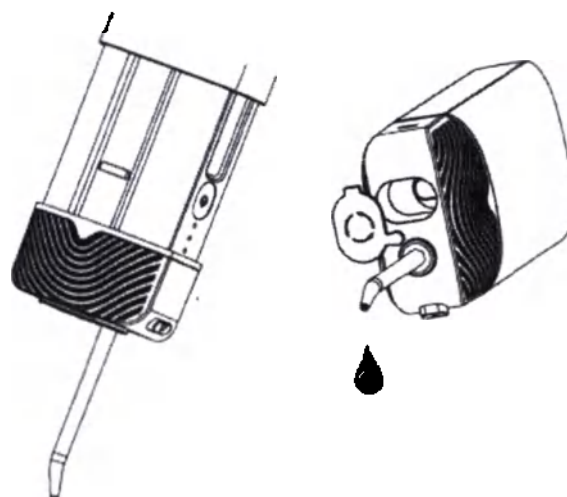

Рисунок 7
- 1. По окончании ирригации выключите прибор, не снимайте насадку, вылейте остатки воды из емкости, рисунок 7.